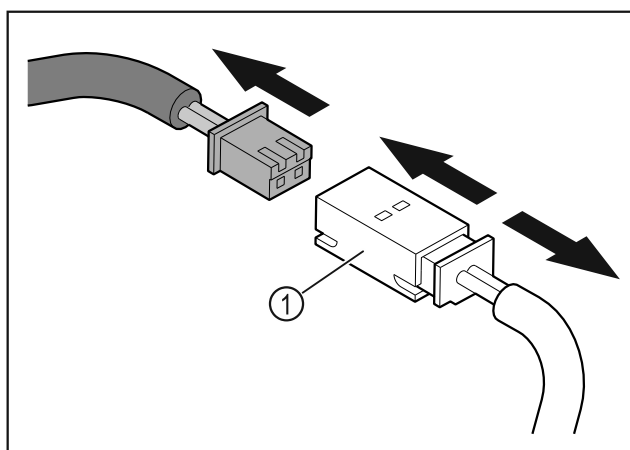

Fig. 13
- Ta av pluggen og pluggkoblingen Fig. 13 (1).